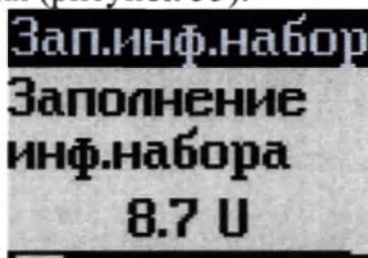

Рисунок 55 – Экран процесса заполнения катетера инфузионного набора
4. Нажать и удерживать кнопку «ОК» в течение трех секунд. После этого начнется заполнение катетера инфузионного набора. На экране при этом будет отображаться процесс заполнения (рисунок 55).